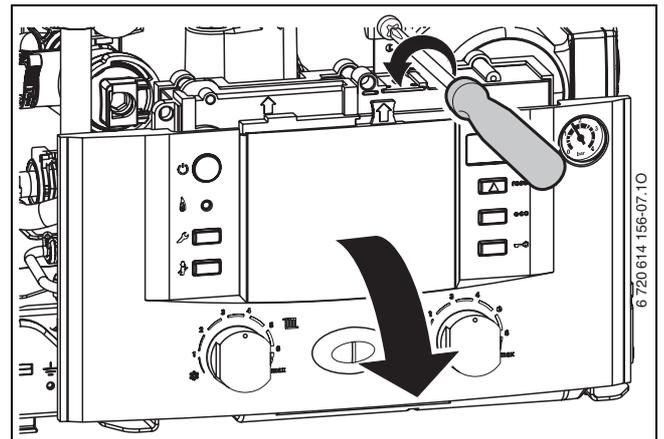

Fig. 16
- ▶ Svitare la vite di fissaggio (→ rif. 1, fig. 16) e far ruotare il cruscotto comandi verso il basso.